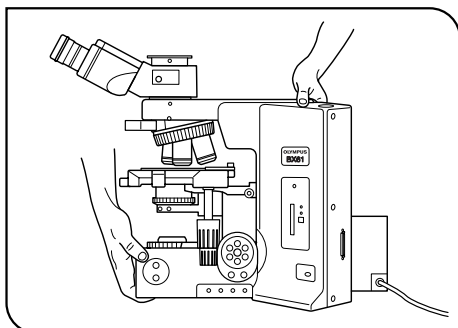

Abb. 3
3. Vor einem Transport des Mikroskops das Objekt und alle losen Teile entfernen. Das Mikroskop zum Transportieren vorsichtig an dem Handgriff an der Rückseite und am Sockel fassen, wie links gezeigt (Abb. 3), und vorsichtig tragen (Gewicht: ca. 16 kg).